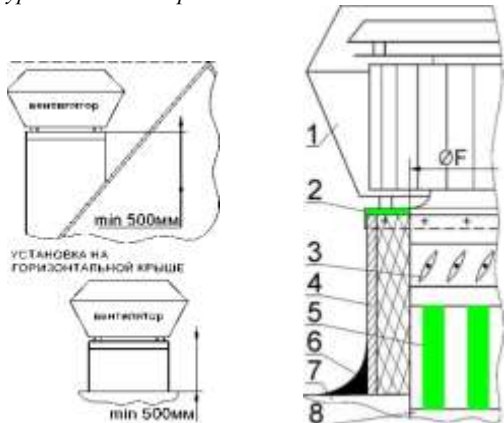

Рисунок 2
- 5.1.3. Вентиляторы монтируются в вертикальном положении (основание 8 горизонтально) на специальных крышных переходах либо на самостоятельно изготовленном фундаменте - см. рисунок 2. Конструкция фундамента 4 должна обеспечивать надежную фиксацию вентилятора 1. Посадочное место основания вентилятора и стыковки фундамента с поверхностью крыши 7 должно быть тщательно герметизировано 6. Крепление основания вентилятора к фундаменту производится любым способом обеспечивающим его надежность и герметичность.